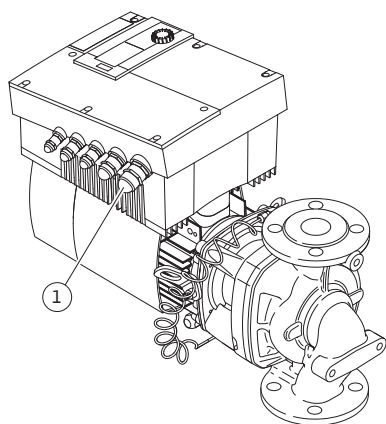

Fig. 30: Kaabli keermesühendus M25
- Toitekaabel tuleb viia läbi kaabli keermesühenduse M25 (Fig. 30, pos. 1).